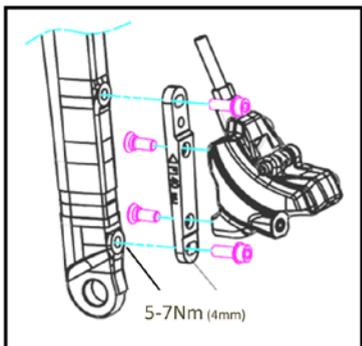

Figura D-1 Alinear la pinza delantera con los orificios de montaje de la horquilla.
- Ensamble el adaptador y la pinza delantera conjuntamente, con un par de apriete de 5-7 Nm (4 mm) (**Figura D-1**)